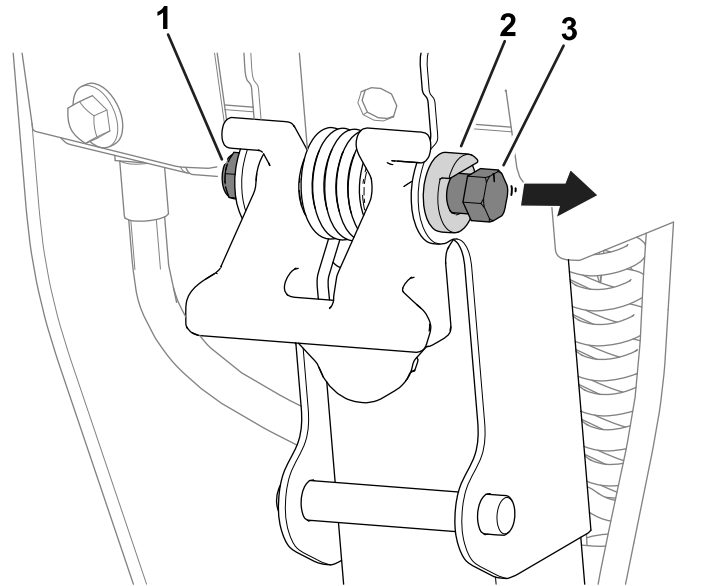

Figura 11
1. Allentate il dado sul bullone del fermo in modo che la testa del bullone possa muoversi liberamente oltre il blocco della rotazione (Figura 11).
3. Stringete il dado sul bullone del fermo (Figura 11) in modo che il del bullone sia collocato contro il blocco della rotazione.